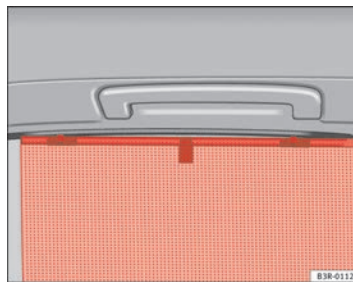

Fig. 100 Tendenza parasole avvolgibile dei finestrini posteriori
- Estrarre la tendina e fissarla ai ganci sul telaio superiore della porta ⇒ fig. 100. ■